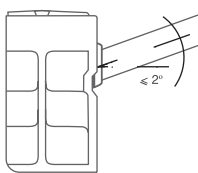

рис.1
**ВО ИЗБЕЖАНИЕ АВАРИИ ДОПУСТИМО ОТКЛОНЕНИЕ ОСИ КОЛЛЕКТОРА РАДИАТОРА ОТ ПОДВОДЯЩИХ ТРУБ НЕ БОЛЕЕ 2° (РИС. 1)!**